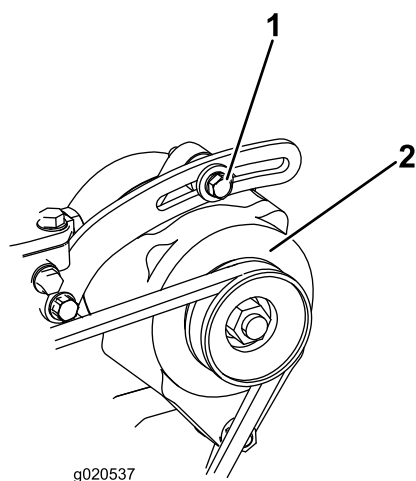

図 69
100 運転時間ごとにベルト 図 69 の劣化状態および張り具合を点検してください。
2. たわみが 10mm でない場合には、オルタネータ取り付けボルトをゆるめる 図 69。適当な張りに調整してボルトを締める。ベルトのたわみが適切に調整されたことを確認する。